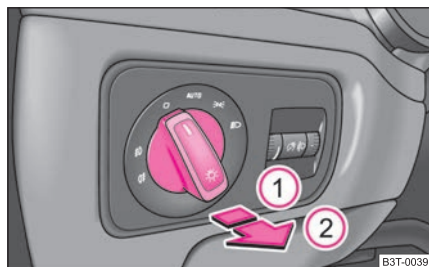

Fig. 43 Tablero de instrumentos: conmutadores de luz
- Gire en primer lugar el conmutador de luces hasta la posición  ⇒ fig. 43.
- Gire en primer lugar el conmutador de luces hasta la posición o ⇒ página 58, fig. 43.